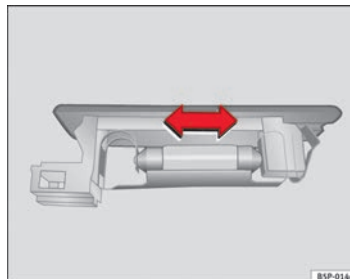

Abb. 196 Gepäckraumbeleuchtung
- Drücken Sie die Lampe zur Seite und nehmen Sie sie aus ihrer Halterung heraus ⇒ **Abb. 196.**